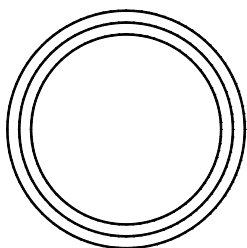

图 8-41 绘制同心圆
- 02 单击【绘图】工具栏按钮，激活【圆】命令，绘制直径分别为 20、22.5 和 25 的同心圆，如图 8-41 所示。